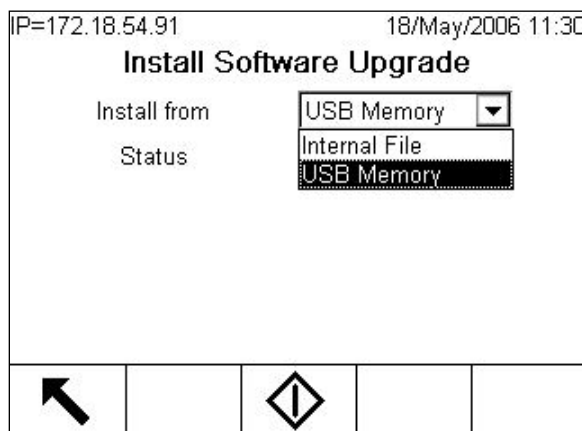

Figure 4-5 : Mise à niveau du micrologiciel depuis une mémoire USB
5. Avec la mise en évidence sur la case Install from (Installer depuis), appuyez sur ENTRÉE et utilisez la touche fléchée vers le BAS pour mettre en surbrillance USB Memory (voir la Figure 4-5) puis appuyez sur ENTRÉE pour effectuer la sélection.